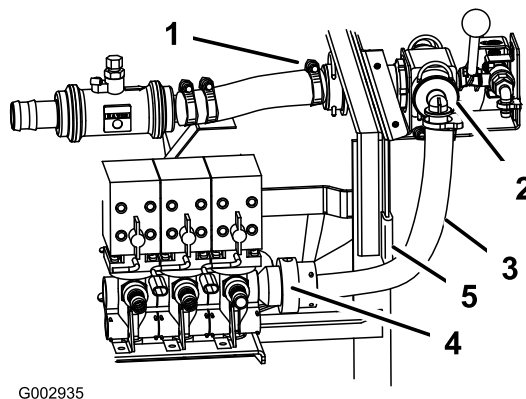

Bild 29
- Schließen Sie die Armatur, die Sie am Zufuhrschlauch des Spritzgestänges montiert haben, an das Steuerventil an. Befestigen Sie sie mit der vorher abgenommenen Befestigung (Bild 29).
Steuerkastens (Bild 29). Ziehen Sie die Befestigungen jedoch nicht an.
5. Montieren Sie das kleine Steuerventil mit zwei Bundbolzen (1/4 x 3/4 Zoll) und zwei Bundmuttern ((1/4 Zoll)) an der Befestigungshalterung des Steuerkastens (Bild 29). Ziehen Sie die Befestigungen jedoch nicht an.
6. Richten Sie die Achse der Hebel an jedem Ventil und die Ventile aus (Bild 29). Sie müssen möglicherweise die Schlauchklemmen lösen, mit denen der Durchflussmesser an der Maschine befestigt ist, um alle Bestandteile richtig auszurichten.
10. Schließen Sie die Armatur am großen Schlauch am Steuerventil an der Armatur rechts an den Zufuhrventilen des Spritzgestänges an (Bild 29).
11. Schließen Sie den großen Schlauch vom Steuerventil ab und schauen Sie ins Ventillinnere (Bild 29). Sie sollten eine Öffnung im sich nach oben krümmenden Rückschlagventil sehen. Drehen Sie sonst die Kugel, bis die Öffnung ganz sichtbar ist und sich nach oben krümmt.
12. Schließen Sie den großen Schlauch am Steuerventil an (Bild 29)
13. Setzen Sie das Teil mit der Gummiverkleidung auf die Rahmenkante, um den Schlauch zu schützen (Bild 29).